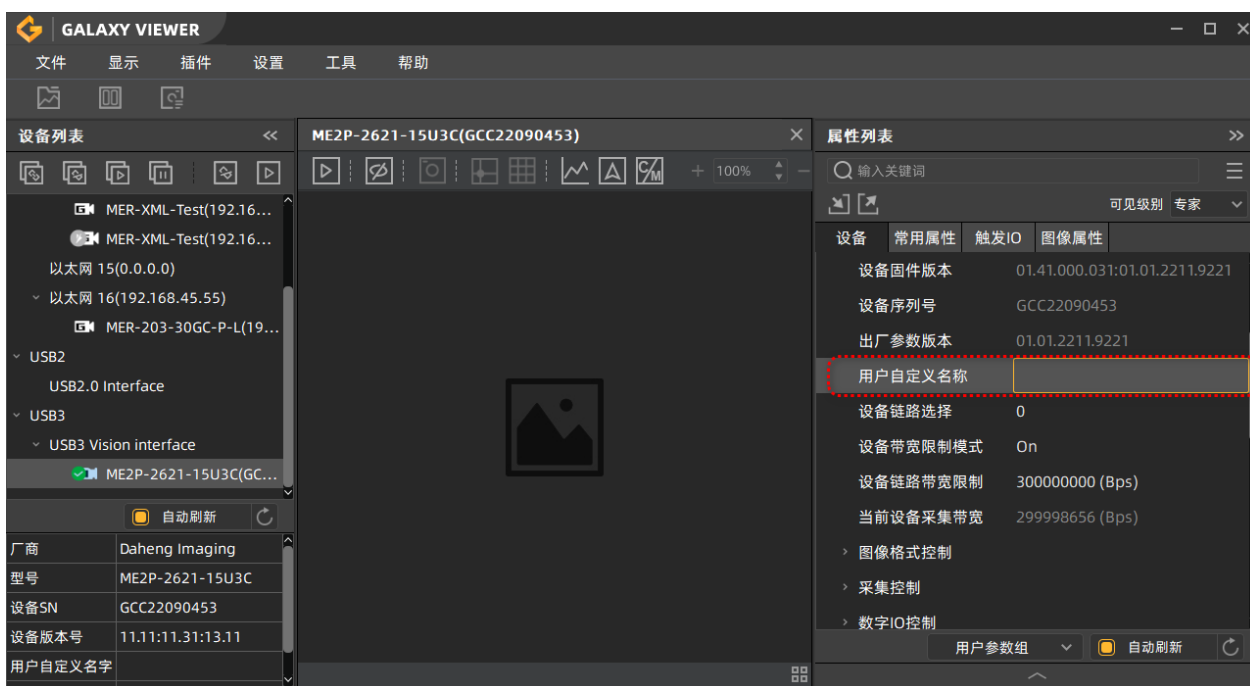

图 8-40 用户自定义名称设置
- 1) 通过 GalaxyView 设置，如图 8-40 所示。